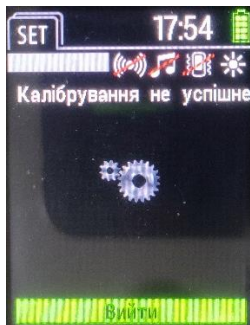

Рисунок 34 – «Калібрування не успішне»
- «**Калібрування не успішне**» - що означає, що прилад не зміг виявити коректно фотопіки калібрувальної проби або не може здійснити компенсування вимірювального тракту (рис. 34). У цьому випадку необхідно звернутись до виробника.